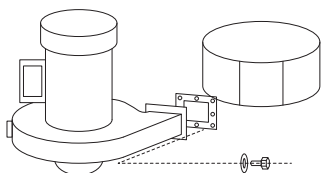

Рис. 2
2. Совместить впускное отверстие корпуса фильтра с выпускным отверстием электроблока стружкоотсоса и установить между ними прокладку. Закрепить их между собой при помощи шести болтов (рис. 2).